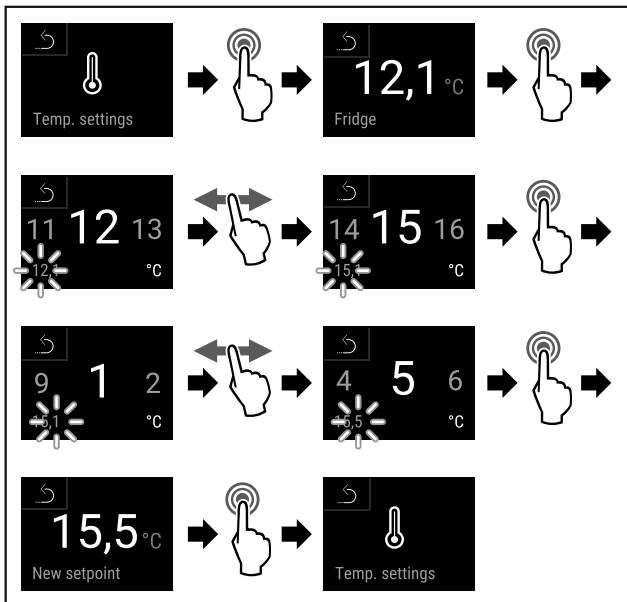

Fig. 70
- ▶ Провести етапи операцій (див. Fig. 70б).